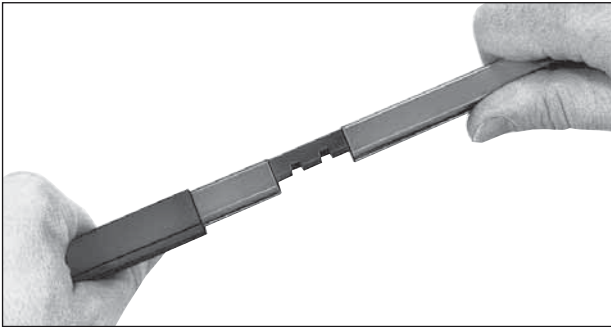

Bild 10: Isolierte Trennstelle IT/U 15-30
### 9.1. Isolierte Trennstellen (Bild 10)
– Kupfer- bzw. Edelstahl-Profil mit Trennstelle verbinden und in das PVC-Profil einschieben (Bild 10).